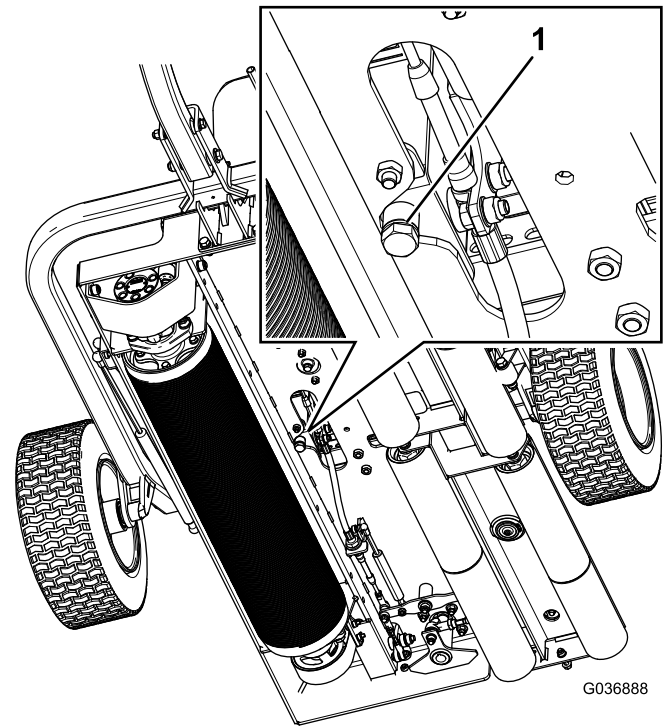

Bild 35
1. Stellen Sie eine Auffangwanne unter die Ablassschraube am Hydraulikbehälter. (Bild 35).
2. Entfernen Sie die Ablassschraube von der Unterseite des Behälters (Bild 35).